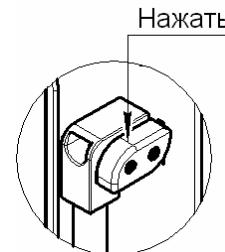

Рис.6
7.4 Когда, при достижении заданной температуры воздуха в камере сигнальные лампы погаснут, откройте дверку, нажав на кнопку (рис.6) и установите противни на нужный уровень (1-ый уровень – под камеры; 2, 3 и 4-ый уровни – на направляющие). Закройте дверку.